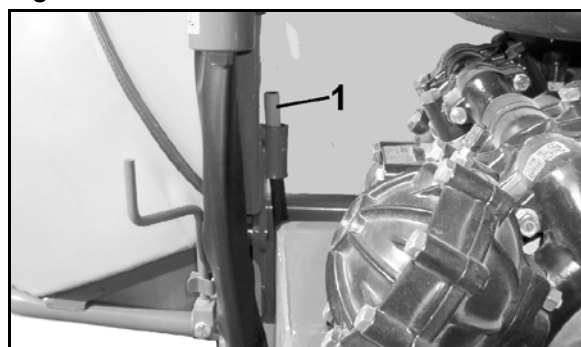

Fig. 51
- Den røde markeringen (Fig. 51/1) på støttefotens kontrollindikator er synlig når maskinen er oppstilt på den hydrauliske støttefoten.